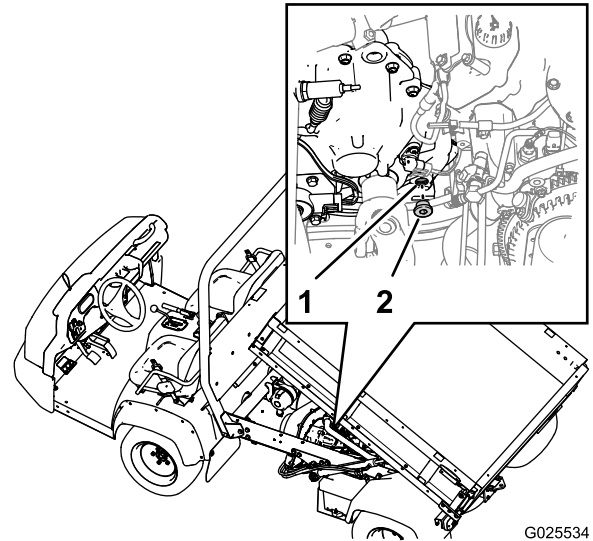

図 57
1. トランスミッションの後部、車幅方向内側の低い位置にある補給用プラグを探し出す 図 57。
3. プラグを左に回して、トランスミッションの補給ポートから外す 図 57。
4. オイル量が不足している場合には、所定のオイルを補給ポートから補給する。油面がねじ山の下と同じ高さになるまで補給する 図 57。
6. トランスミッションに補給プラグを元通りに取り付け、手締めする 図 57。